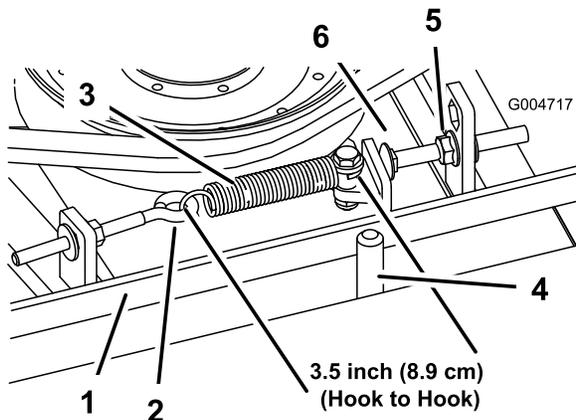

Figura 65
$\pm 0,63$  cm (misura interna). Una volta raggiunta la tensione della molla corretta, regolate il bullone di arresto (bullone a testa tonda) fino ad ottenere un gioco di  $0,32$  cm  $+ 0,152/0,000$  cm tra la testa del bullone e il braccio di rinvio (Figura 65).
**Nota:** Verificate che la cinghia si trovi dal lato molla del guidacinghia (Figura 65).
3. Allentate il bullone ad occhio per consentire la rimozione della molla di prolunga (Figura 65).
**Nota:** Allentate il dado quanto basta per consentire al braccio di rinvio di oltrepassare il bullone di arresto (Figura 65). Allontanate la puleggia tendicinghia dalla cinghia in modo da allentare la tensione della cinghia.
11. Collegate la molla di prolunga (Figura 65) al bullone ad occhio e tendete la cinghia come segue: